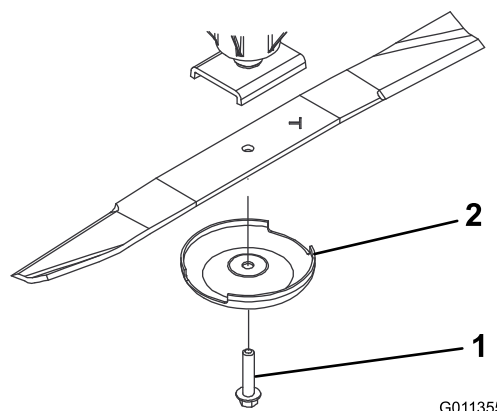

Figure 72
3. Tenez la lame par son extrémité avec un chiffon ou un gant épais et enlevez le boulon, la coupelle de protection et la lame de l'axe de pivot (Figure 72).
4. Utilisez la coupelle de protection et le boulon de lame pour installer la lame en orientant l'ailette vers le plateau de coupe (Figure 72).